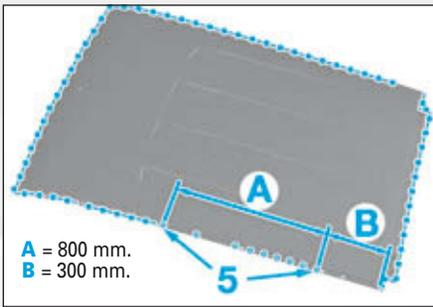
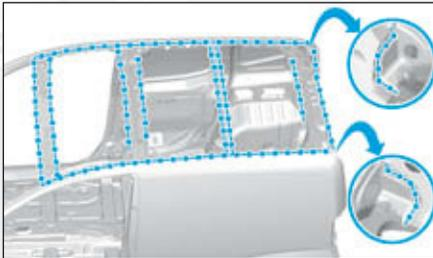

FIG. 125
FIG. 126
- Préparer les zones d'accostages sur le pavillon (Fig.125).
- Percer 9 trous en (5).
- Tracer puis percer l'ensemble des points Ø 6,5 mm, pour un soudage ultérieur par points bouchons MAG en (5).
- Préparer les zones d'accostages sur la caisse (Fig.126).